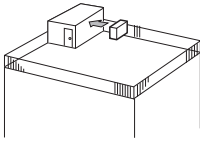

Fig. 2-4
- ① Τοποθετήστε τη μονάδα ώστε το στόμιο εξαγωγής του αέρα να είναι στραμμένο προς τον πλησιέστερο διαθέσιμο τοίχο και να απέχει περίπου 35 cm. (Fig. 2-4)